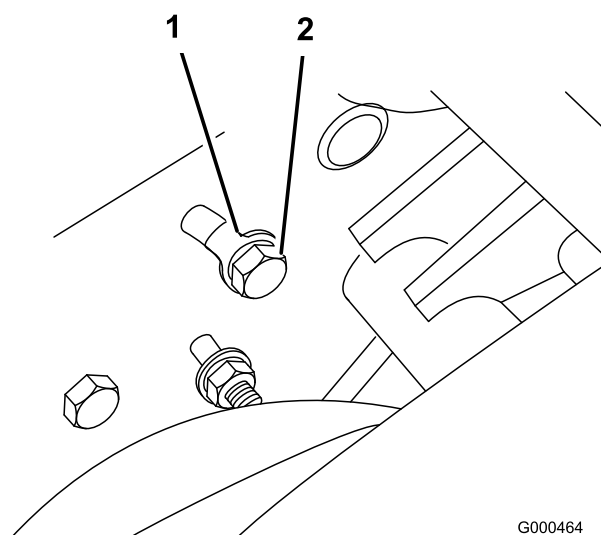

Figure 43
- A. Sur l'arrière de la plaque latérale, desserrez le boulon de fixation de la patte de montage de la poulie de tension à la plaque latérale (Figure 43).